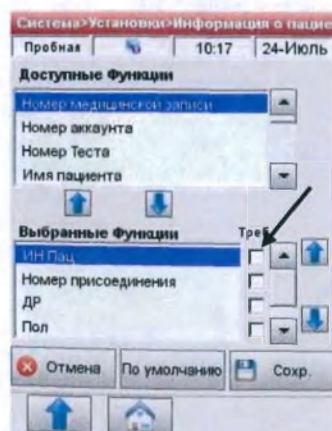

Рис.3-17 Информация о пациенте
3. Нажмите **<Требования>** (Рис.3-17) чтобы сделать опцию patient entry required entry.